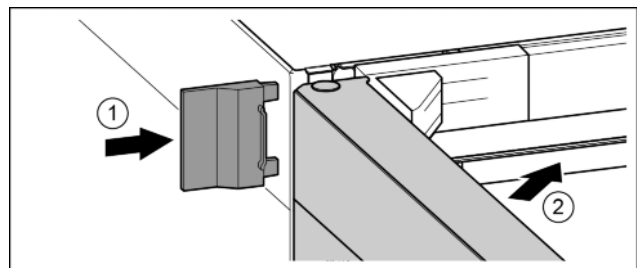

Fig. 20
- ▶ Buitenste afdekking erop schuiven. Fig. 20 (1)
- ▶ Bovenste deur sluiten. Fig. 20 (2)